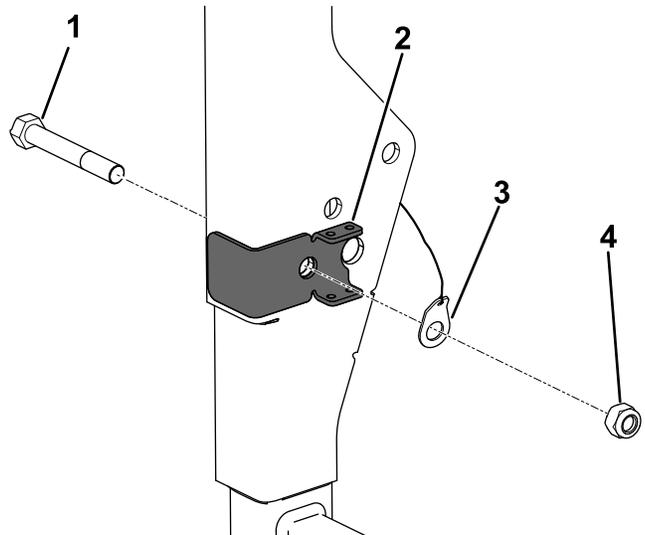

Bild 9
3. Fluchten Sie das Loch in der Halterung des Überrollschutzes mit dem Loch im Überrollschutz aus und setzen Sie die neue Schraube ein (Bild 9).